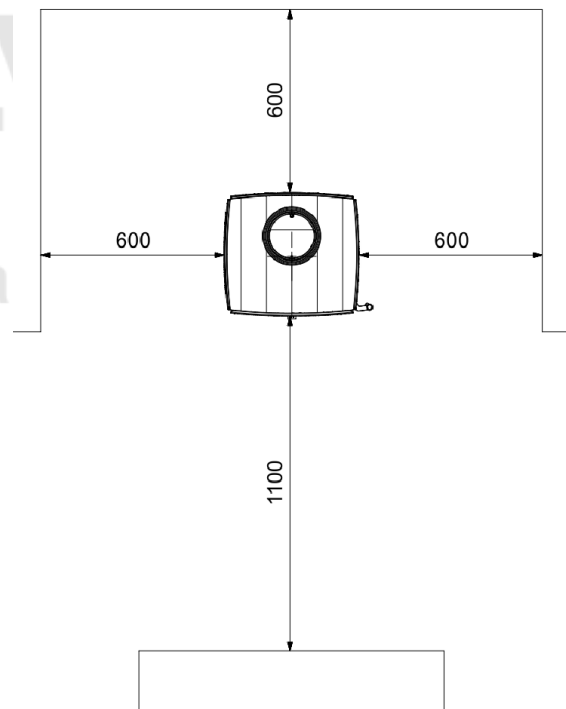

FIG. 7 DISTÂNCIA DE SEGURANÇA SEM PLACA DE PROTEÇÃO TRASEIRA (mm)
- Quando colocar a estufa, respeite as distâncias de segurança necessárias, quer do forno, quer da chaminé, das superfícies combustíveis (paredes de madeira ou forradas, solo de madeira, etc.). Estas distâncias devem de ser respeitadas quando o recobrimento das paredes ou zonas próximas for suscetível de deterioro ou deformação pelo efeito das temperaturas (vernizes, tintas, P.V.C.. etc.). Fig. 7